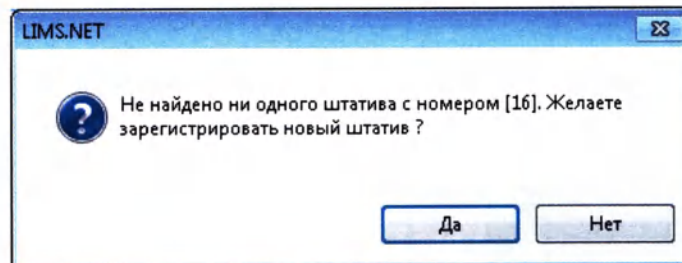

Рисунок 13.24
6. Если не найдено ни одного штатива с таким номером, то система предложит создать новый штатив (Рисунок 13.24).